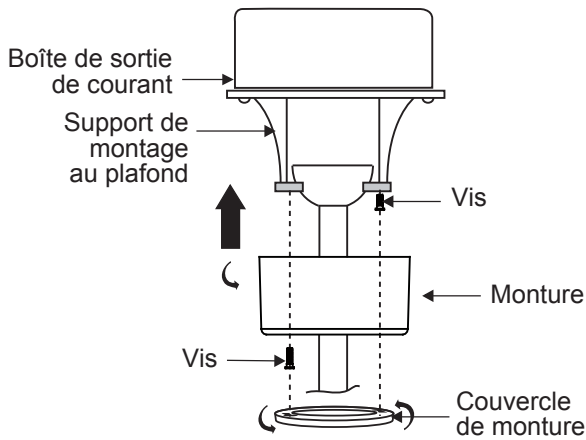

Fig. 14
**Étape 2.** Faites glisser la monture vers le haut jusqu'au support de montage et placez l'une des fentes en trou de serrure par-dessus la vis de montage du support de montage. Tournez la monture jusqu'à ce que la tête de vis se verrouille en place dans la section étroite du trou de serrure. (Fig. 14)
**REMARQUE :** Ajustez les vis de la monture au besoin jusqu'à ce que la monture et le couvercle de monture soit bien serrés. (Fig. 14)